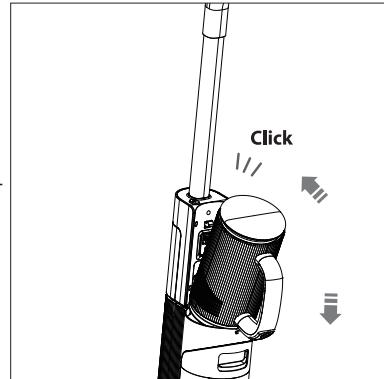

Fig. 28 – Insérer le groupe moteur
- ▶ Poussez doucement le groupe moteur dans l'appareil jusqu'à ce qu'il s'enclenche de manière audible (**voir Fig. 28**).